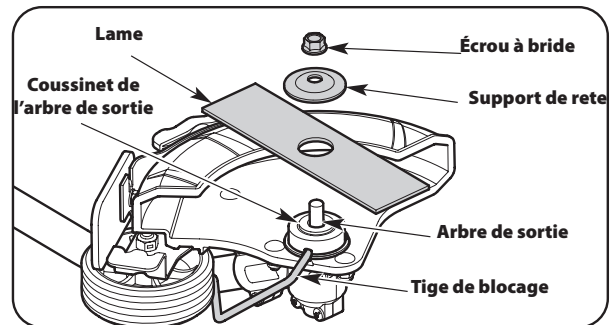

Figure 5
4. Retirez la tige de blocage. Retirez l'écrou autobloquant, le support de retenue de la lame et la lame. Voir Figure 5. Gardez l'écrou autobloquant et le support de retenue pour installer la lame neuve.
1. Placez la lame neuve sur le coussinet de l'arbre de sortie. Voir Figure 5. La lame doit être plaquée contre le coussinet de l'arbre de sortie.
2. Placez le support de retenue sur l'arbre de sortie avec la surface plate contre la lame. Voir Figure 5.
3. Vissez l'écrou sur l'arbre de sortie. Voir Figure 5.